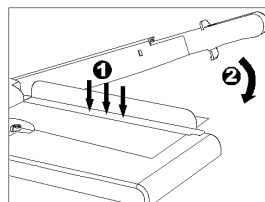

Figura 3
- Pulse la regleta de apriete con una mano contra el material a cortar (figura 3/1).
- Lleve la palanca de corte con la otra mano hacia abajo para cortar el material (figura 3/2).